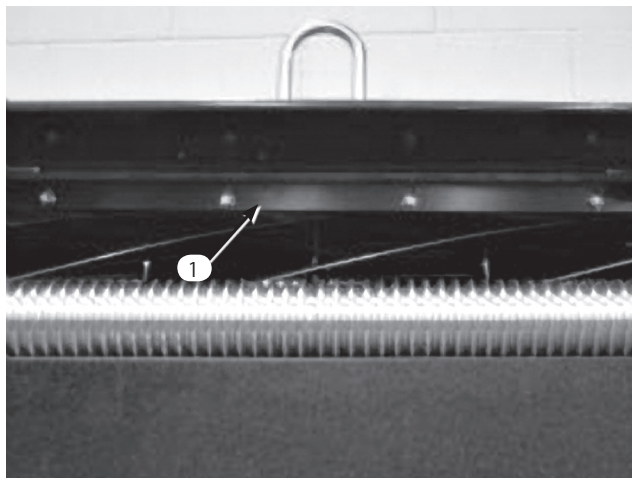

図16
1. バー (図16) をカッティングユニットに固定しているネジをゆるめる。